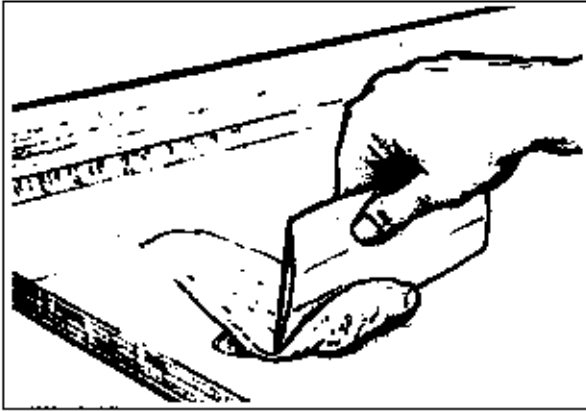

Abb. 8-11 Arbeiten Sie die Epoxidmischung in Löcher und Vertiefungen mit einem Kunststoffspachtel ein.
4. Das angedickte Epoxidharz wird mittels Plastikspachtel in die Oberfläche eingearbeitet, so daß Löcher und Lunker gefüllt werden. Die Spachtelstellen sollen zwar möglichst glatt, aber gegenüber der Umgebung leicht erhöht sein (Abb. 8-11). Überschüssige Spachtelmasse wird vor dem Härten entfernt. Wenn der Spachtelauftrag 12 mm Dicke übersteigt, sollte er in mehreren Schichten aufgetragen werden, oder man benutzt den 208 langsamen Härter oder den 209 Tropenhärter, je nach Umgebungstemperatur.